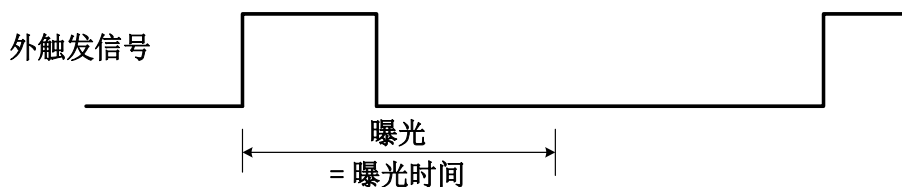

图 8-26 上升沿触发定时曝光模式时序图
- 如果启用上升沿触发，曝光会在触发信号上升时开始，一直持续到曝光时间结束，如图 8-26 所示